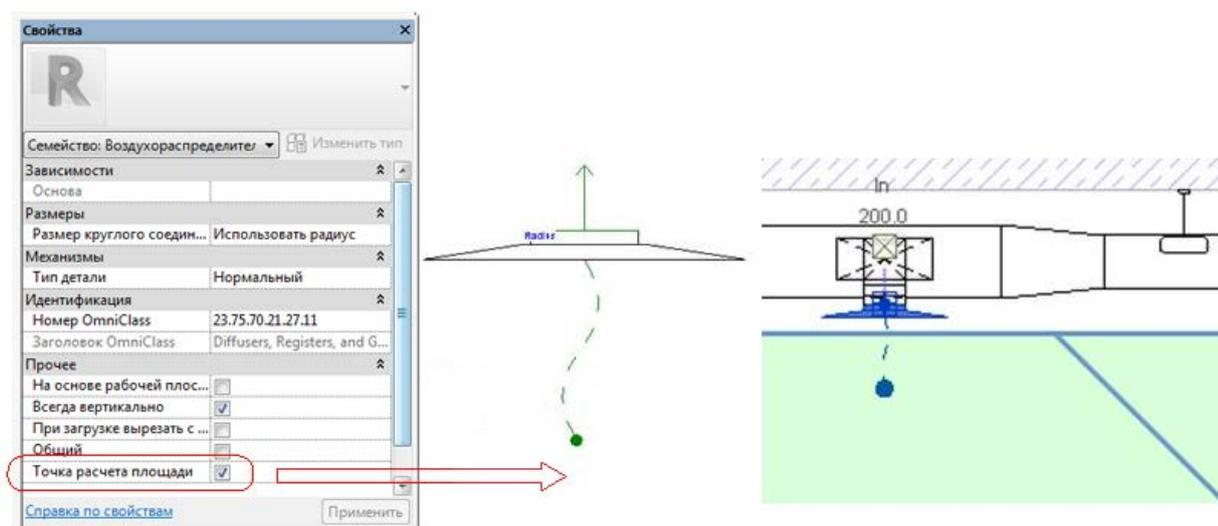

Рисунок 4.11 Определение положения точки расчета площади
- измените местоположение точки расчета площади, чтобы она находилась внутри пространства (рисунок 4.11).